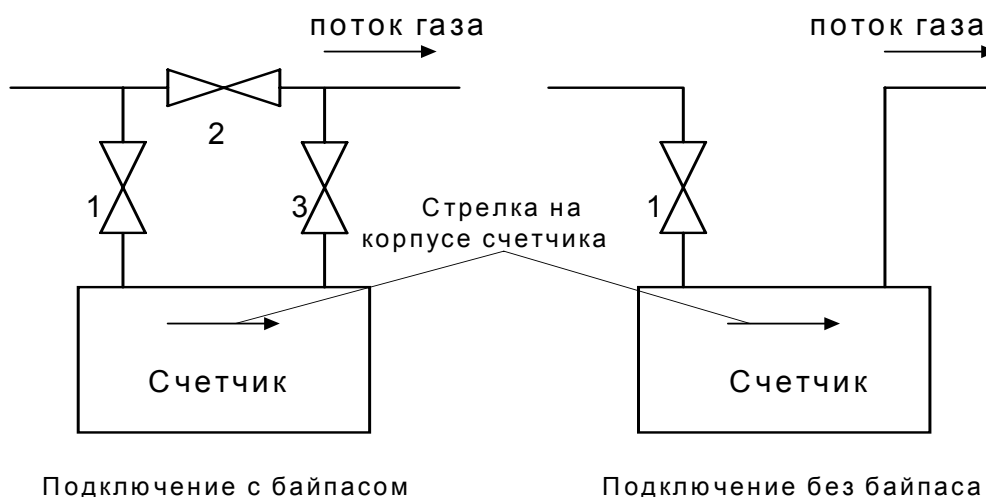

Рис. 1. Установка счетчика
- 3.4.3. Возможно два варианта подключения счетчика (см. рис. 1):
6.1. До начала пуска счетчика все вентили на трубопроводе (рис. 1) должны быть закрыты. При всех вариантах и на всех стадиях пуска расход газа, проходящего через счетчик, ни в коем случае не должен превышать значение максимального расхода (Q_{max}), указанного на панели отсчетного устройства.
6.2. Пуск счетчика без байпаса (рис. 1)
6.3. Пуск счетчика с байпасом (рис. 1)